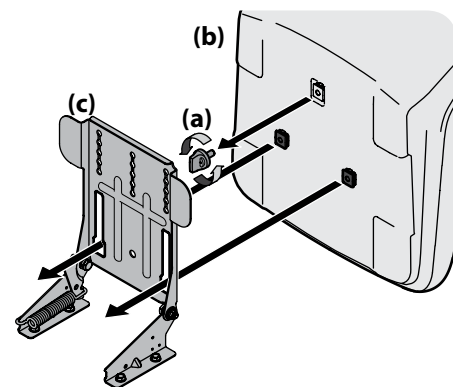

Figura 2-23
1. Retire o botão de regulagem do assento (a) do fundo do assento (b). Veja Figura 2-23.